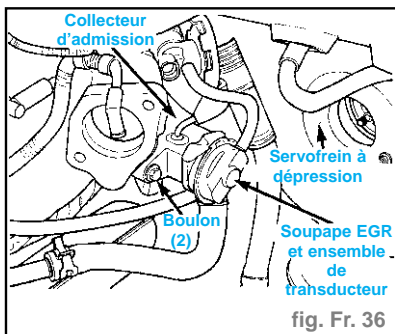

fig. Fr. 36
- Déposer ensemble la soupape EGR et le transducteur à dépression du collecteur d'admission (fig. Fr. 36).
- Poser la soupape EGR et le transducteur à dépression sur le collecteur d'admission (fig. Fr. 36). Poser et serrer les deux boulons de montage de la soupape EGR au couple de **2,2 daN.m.**